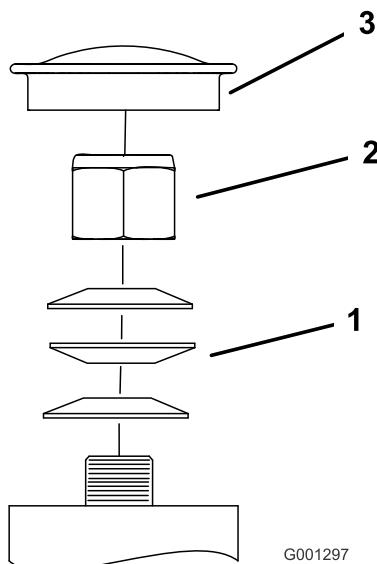

Figure 86
3. Retirez le capuchon protecteur de la roue pivotante et serrez le contre-écrou (Figure 86).
4. Continuez de serrer le contre-écrou jusqu'à ce que les rondelles élastiques soient aplatis, puis desserrez-le d'un quart de tour pour obtenir la précharge correcte des roulements (Figure 86).
**Important:** Veillez à placer les rondelles élastiques correctement, comme montré à la Figure 86.
5. Reposez le capuchon protecteur (Figure 86).